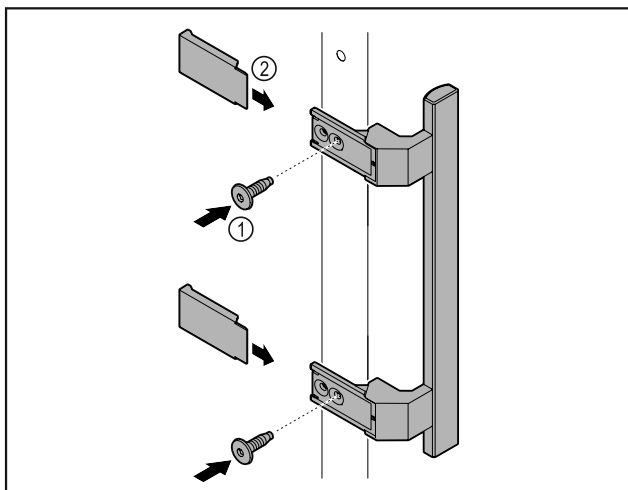

Fig. 2
- ▶ Plasser håndtaket som fulgte med, på døren med de vedlagte skruene Fig. 2 (1).
- ▶ Sett på dekslet Fig. 2 (2).